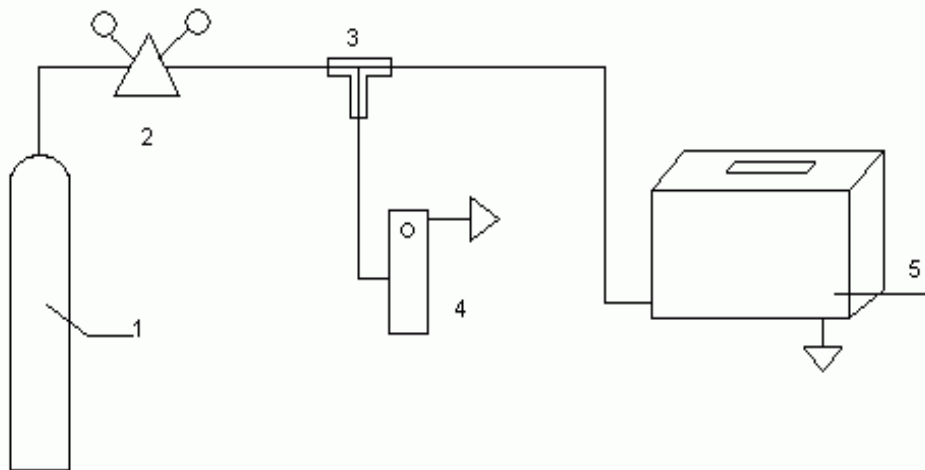
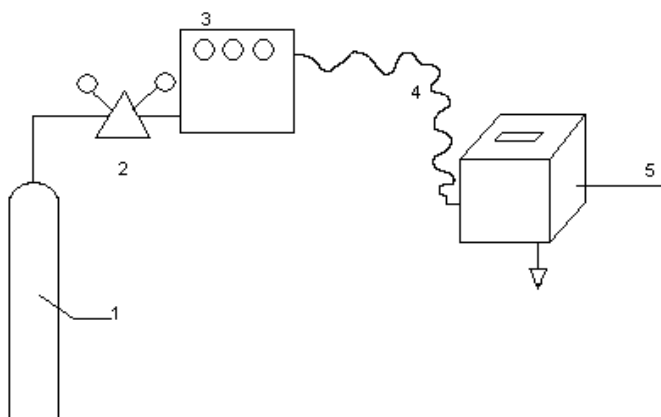

Рис. 1. Схема газовая принципиальная установки для проверки переносных ГС «КОМЕТА-М» серии ИГС-98 от баллонов со сжатыми газовыми смесями ПГС.
Рис. 2. Схема газовая принципиальная установки для проверки ГС «КОМЕТА-М» серии ИГС-98 от генератора газа.
Расположение кнопок на панели управления изображено на рис. 1 и рис. 2. Руководства по эксплуатации (в связи с совершенствованием приборов расположение кнопок может меняться).
3.2.1. Поверку ГС на чувствительность к таким газам, как O_2 , CO , CO_2 , H_2 , CH_4 , C_3H_8 , NO производят на установке, представленной на рис. 1, с использованием сжатых аттестованных пневмогазовых смесей (ПГС-ГСО) в баллонах.
После срабатывания звуковой и световой сигнализации, при повышении концентрации выше пороговой, загорается красный светодиод под названием того измеряемого газа на цифровом индикаторе, по которому производится проверка. При снижении концентрации ниже пороговой звуковая сигнализация автоматически не выключается. Это сделано с целью побуждения ответной реакции оператора на аварийные сигналы прибора. Выключение сигнализации производится вручную нажатием кнопки «ВЫКЛ. СИРЕНЫ» на передней панели ГС (см. рис. 1 в РЭ).
3.3.1. Проверка ГС на чувствительность к таким газам как H_2S , SO_2 , HCl , Cl_2 , формальдегид, NH_3 , NO_2 производится с использованием диффузионных газодинамических установок типа «Микрогаз-Ф». Принцип работы этого генератора газовых смесей основан на введении в газовый тракт генератора источника микропотока (ИМП), представляющего собой фторопластовую ампулу с жидким веществом. Концентрация газа на выходе генератора определяется производительностью вещества за счет диффузии через стенки фторопластовой ампулы (берется из паспорта на ИМП) и расходом газа-разбавителя. Для работы собирают установку по схеме на рис. 2.